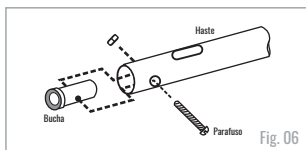

Fig. 06
2° - Encaixe a bucha (14) na parte inferior da haste, fig. 06;
5° - Passe os fios do motor, de iluminação e de aterramento pelo interior da haste pela abertura de passagem, fig. 06 e 07.